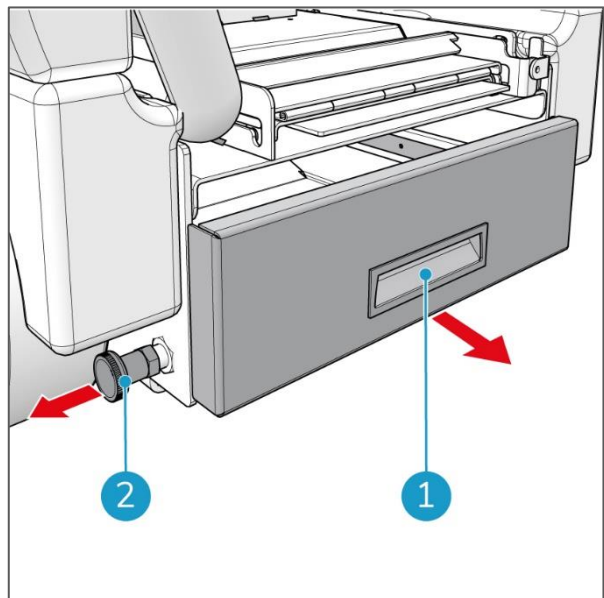

Figura 14
2. Estrarre il perno di bloccaggio sul lato sinistro (Figura 14, pos 2) del vano batteria.
3. Tirare verso fuori il vano batteria utilizzando il manico nero (Figura 14, pos 1), finché non si blocca in posizione.